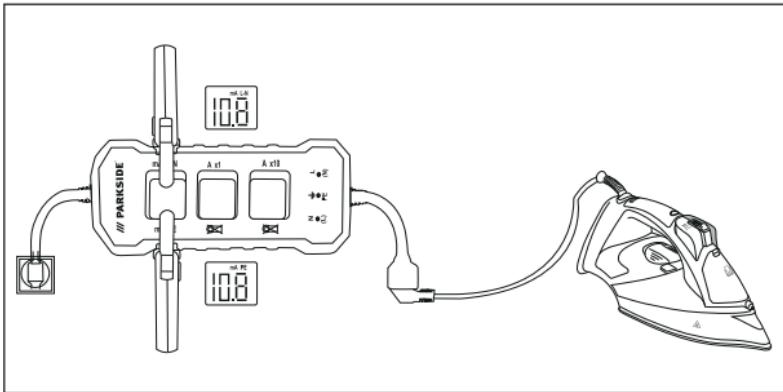

Abb. 2
- 4) Lesen Sie den direkten Wert des Ableitstroms (PE-Leiter) im Ring **mA PE** **7** oder den indirekten Wert/Differenzwert des Ableitstroms (L-N-Leiter) im Ring **mA L-N** **1** ab (siehe Abb. 2).